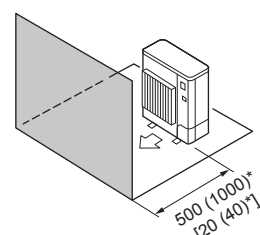

Fig. 2-9
- ④ Obstacles uniquement à l'avant (Fig. 2-9)